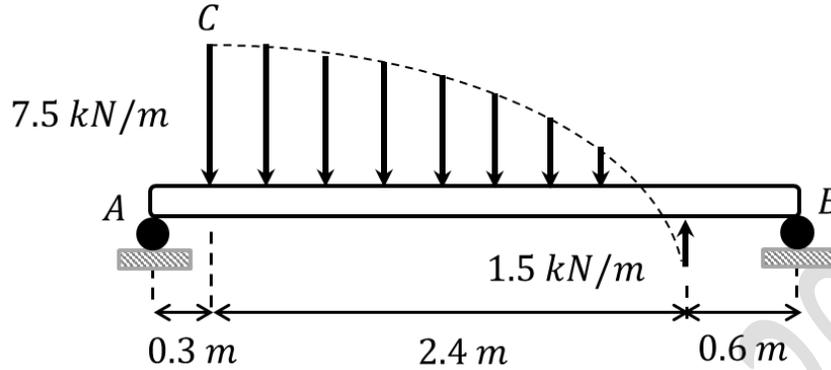

Fig. 7.10.
7.6.- Una viga de peso despreciable y homogénea soporta una carga distribuida parabólica como muestra la Fig. 7.10. El punto C representa el vértice de la parábola, en estas condiciones, determine las reacciones en los soportes A y B.